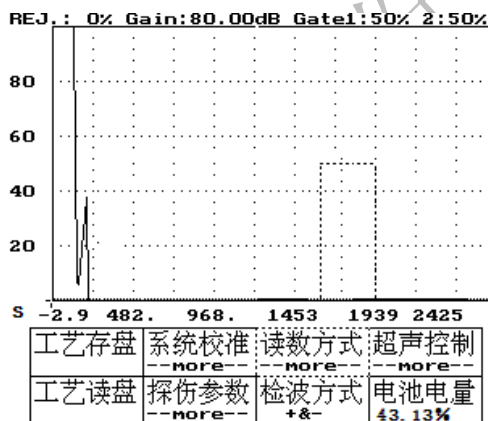

图 15-1
- 2、按方向键——将虚框移到读数方式,如图 15-1 所示。